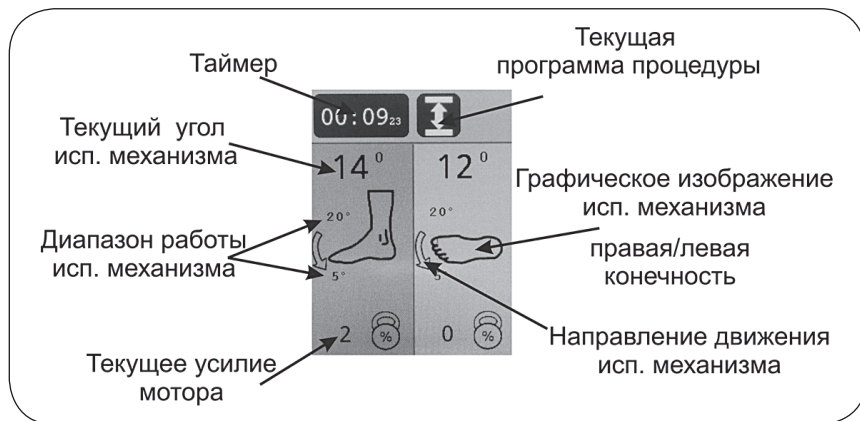

Рисунок 7.3 – Дисплей режима выполнения процедуры
### 7.1. Дисплей режима выполнения процедуры (см. рис. 7.3).
- В зоне А: заданный пользователем диапазон работы, текущее положение (угол) в градусах (аналогично рис. 7.3) для механизма А, а также меню его установок.
- В зоне В: заданный пользователем диапазон работы, правая (левая) конечность, текущее положение (угол) в градусах (аналогично рис. 7.3) для механизма В, а также меню его установок.
Запуск процедуры осуществляется кнопкой . Запуск возможен только когда отображается основной экран, при этом дисплей переходит в режим выполнения процедуры (см. рис. 7.3).
<p>Переключение нагрузки (схема блокировки)  Мотор автоматически переключается на противоположное движение, когда сопротивление пациента (нагрузка) превышает заданное значение. Настраивается от 1% до 99% с шагом 1%. В случае, если после изменения направления движения нагрузка вновь превышает установленное пороговое значение достаточно длительное время, то система управления фиксирует состояние перегрузки моторедуктора и выдаёт сообщение об ошибке с соответствующим кодом.  При установке значения, превышающего 99%, появляется значок , означающий отключение функции. При этом на дисплее в режиме выполнения процедуры (см. рис. 7.3) отображается текущее значение нагрузки рядом с иконкой , функция переключения нагрузки не работает, мотор развивает максимальное усилие.  ⚠️ВНИМАНИЕ! Одинаковое установленное значение уровней блокировки для пользователей с разной массой отличается. Для каждого пользователя установка подбирается индивидуально.  ⚠️ВНИМАНИЕ! Переключение нагрузки (схема блокировки) является функцией безопасности, для защиты пациента в случае возникновения спазмов, судорог, блокады суставов и других аналогичных ситуаций. Производитель не несет ответственности за неправильное использование данной функции.</p>